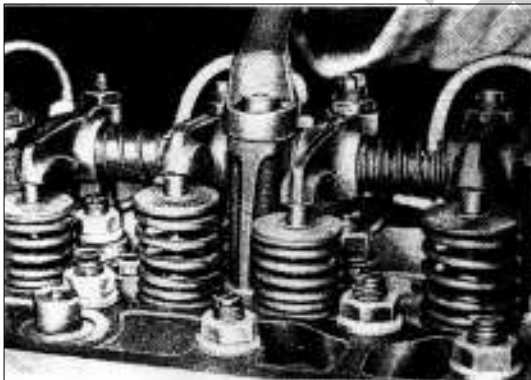

РИС. 4
9) Открутите установочные болты кронштейна оси клапанного механизма и снимите его (см. рис. 4).